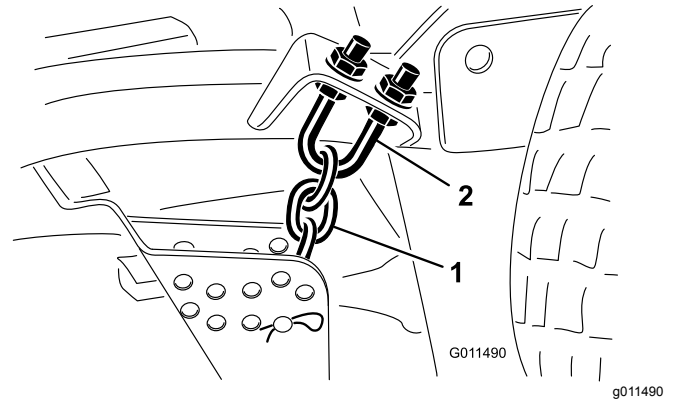

Figura 104
1. Afloje las contratuercas de la parte superior o inferior del perno en U de la cadena de altura de corte (Figura 104).